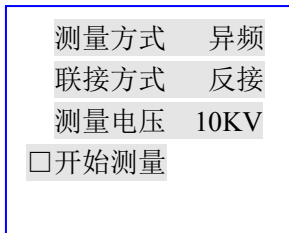

图7 开始测量
④ 按“确认”键，光标进入“测量电压 □ 0.5KV”，按“↑”、“↓”键，则可从 0.5, 1.0, 1.5, 2.0, 2.5……9.5~10KV 间调整电压。按“退出”键，光标移至首位，再按“↓”键，将光标移至下一排“□ 开始测量”前，见图 7 所示。